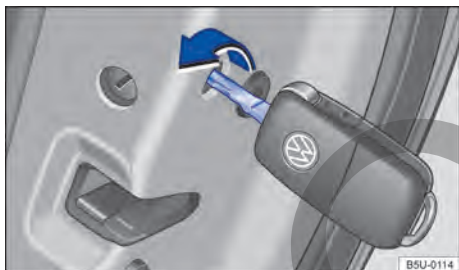

Fig. 48 Cierre de emergencia del vehículo con la llave del vehículo.
- Introducir la varilla de la llave en la hendidura → fig. 48 y girarla en sentido horario (hacia adentro del vehículo) hasta el tope.